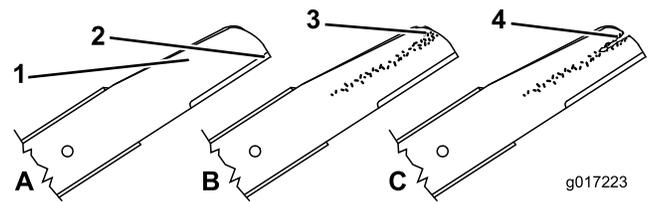
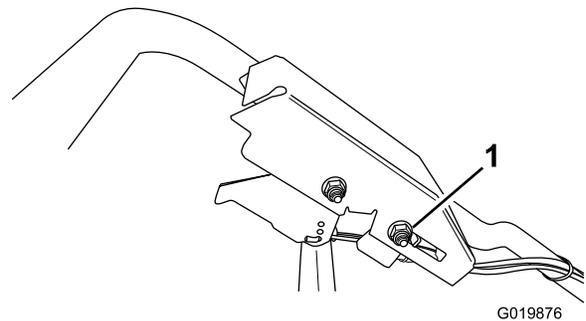

Bild 36
Bild 42
1. Untersuchen Sie die Schnittkanten (Bild 36). Bauen Sie die Schnittmesser aus und schärfen oder tauschen sie aus, wenn die Kanten nicht scharf sind oder Kerben aufweisen.
2. Überprüfen Sie die Messer selbst, besonders den gebogenen Bereich (Bild 42). Wenn Sie Beschädigungen, Verschleiß oder Rillenbildung in diesem Bereich feststellen (Bild 36), tauschen Sie die Messer sofort aus.
- Lösen Sie die Kabelstützmutter (**Bild 42**).